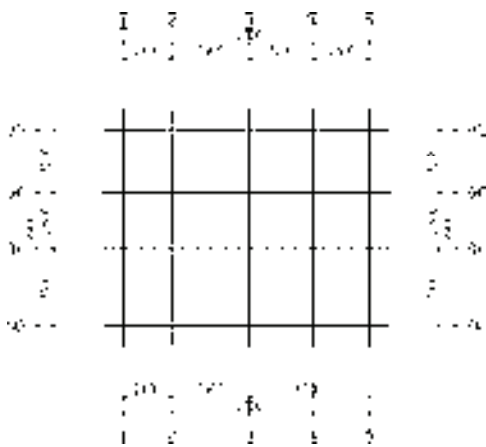

图 2-76 打开素材
1) 按〈Ctrl+O〉组合键, 打开配套光盘提供的“第 2 章/2.4.7 主附转换.dwg”素材文件, 结果如图 2-76 所示。